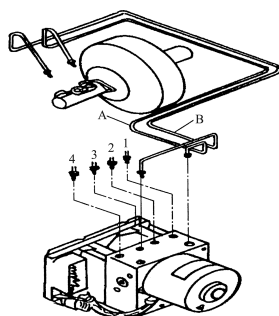

图 1-20 拆下制动缸到液压控制单元的制动油管 A 和 B
- (5) 拆下制动主缸到液压控制单元的制动油管 A 和 B，如图 1-20 所示，并做上记号，立即用密封塞将开口部塞住。